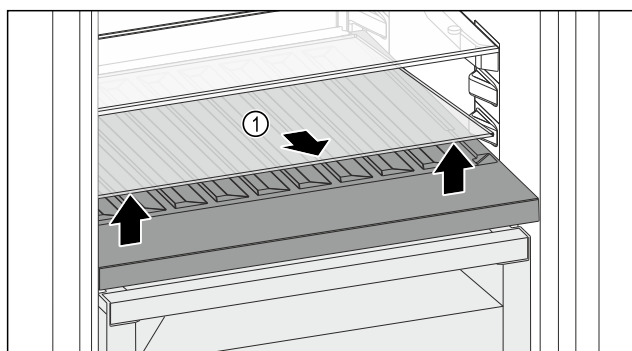

Fig. 157
- 抬起前部槽上的玻璃隔板 Fig. 157 (1) 并取出。
- 将玻璃隔板 Fig. 157 (1) 稳妥地放在冰箱外。